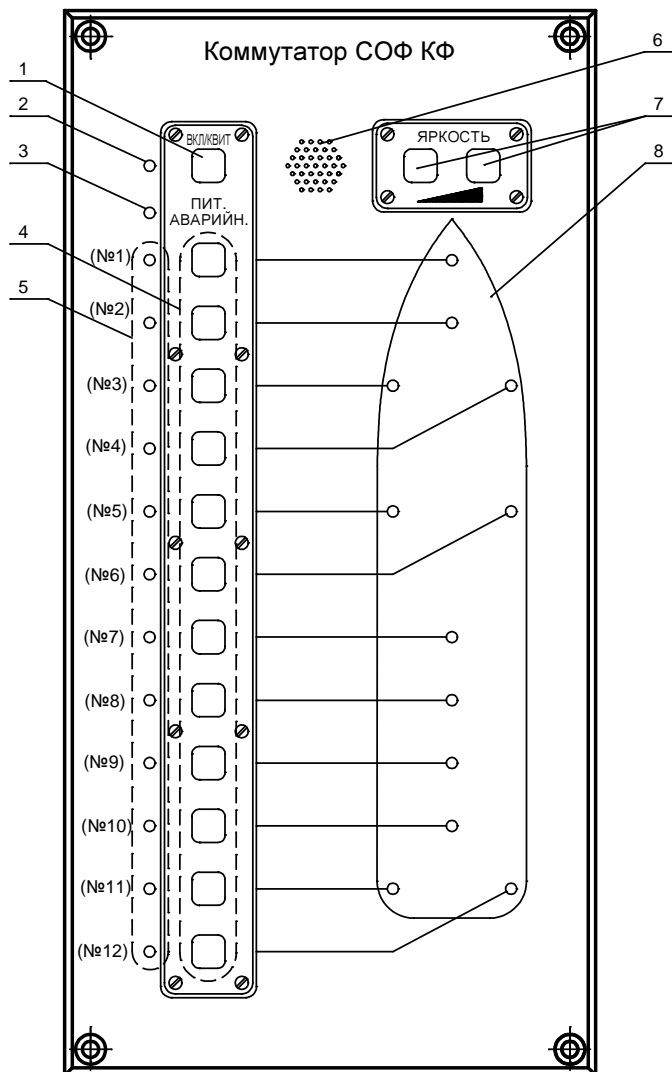

Рис.1
1.1.4.1 На ПУ находятся (рис.1):